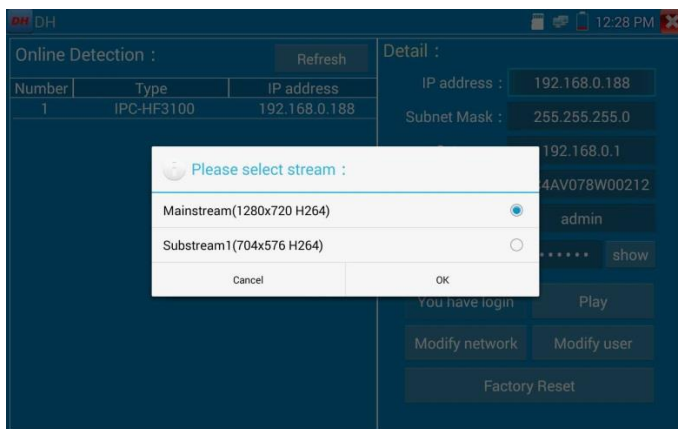

Рис. 149 Выбор видеопотока для тестируемой видекамеры
4. Если видекамера поддерживает выбор из нескольких потоков, выберите нужный, рис. 149